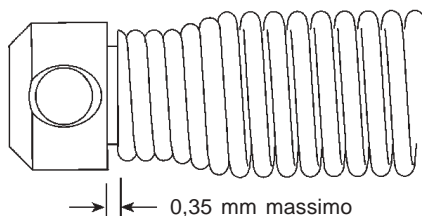

Fig. 10
- e. Prima di montare un nuovo gruppo molle, controllare che i fori di ancoraggio della molla siano allineati e che i terminali della molla stessa siano a 0,35 mm max. dalla battuta (fig.10). **Gli stessi terminali potrebbero anche toccare leggermente gli appoggi, ma non debbono essere pressati contro la battuta.**